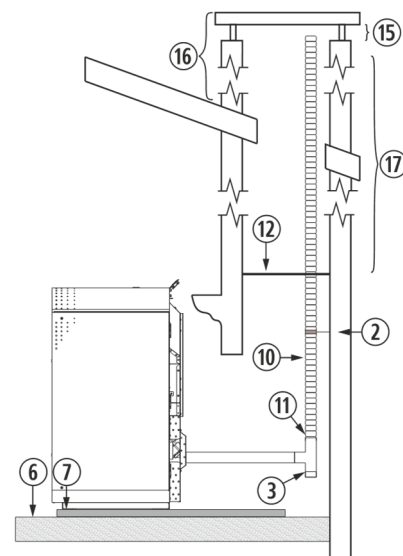

Figura 10
4.28. La instalación de un encastrable en una chimenea de obra se puede realizar en toda su totalidad en tubo flexible, tal y como indica la figura 10. Debemos tener especial cuidado a la hora de realizar el aislamiento entre la chimenea y el tubo de la salida de gases, para evitar posibles retrocesos de gases en caso de tormenta.